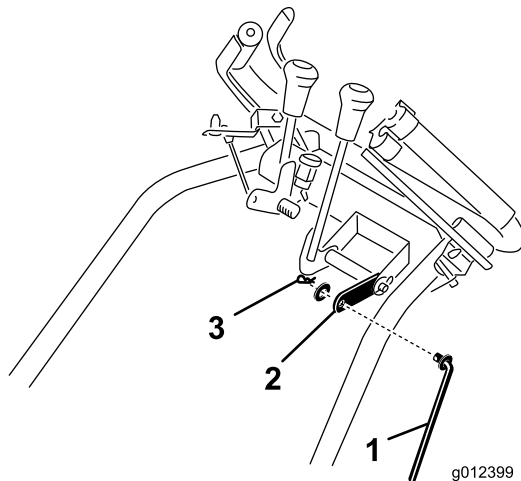

図 5
5. シフト・ロッドの上端をシフト・リンクに差し込む（図 5）。先ほど取り外したワッシャとヘアピン・コッターを使って、ロッド端をリンクに固定する。